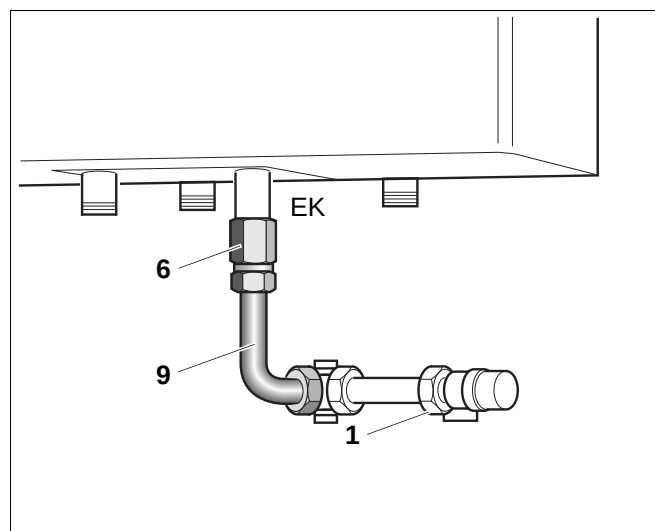

Abb. 22 Kaltwasser-Anschlussrohr (Unterputzmontage und HT 70/HT110 seitlich als Beispiel)
- Verlängerung G $\frac{3}{4}$ (Abb. 22, Pos. 6) am Speicheranschluss (EK) mit Hanf eindichten.
- Kurzen Wellenschlauch (Abb. 22, Pos. 9) mit Dichtung an die Sicherheissgruppe (Abb. 22, Pos. 1) und die Verlängerung am Speicher (EK) anschrauben.